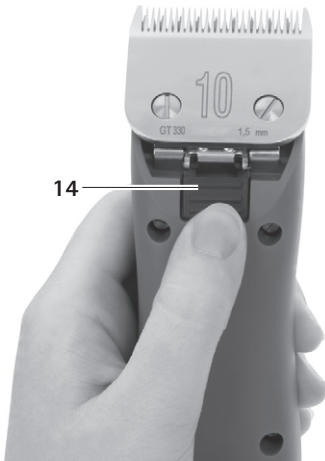

図 3
- カッターヘッドロック 14 を押します、を参照してください図 3。